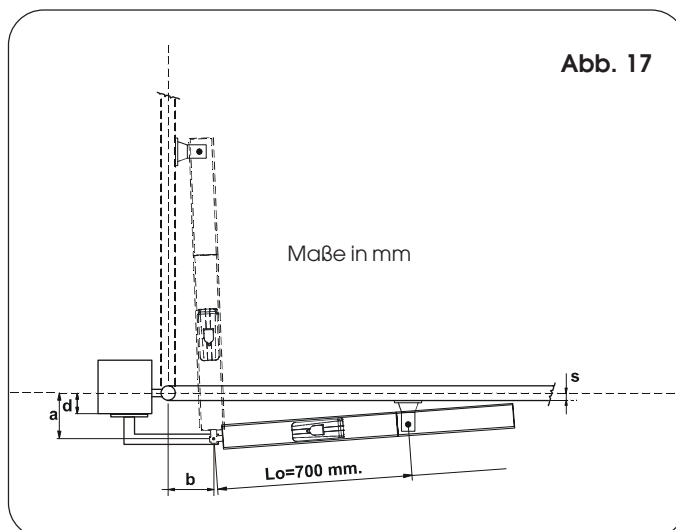

Abb. 17
9.1. ÖFFNUNG NACH AUSSEN MIT INNENMONTAGE DES ANTRIEBS (Abb. 17)